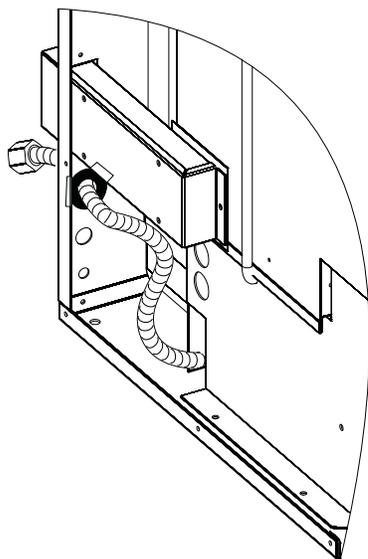

Figure 55 - Foyer Mantis
1. Tirer la conduite de gaz flexible installée à l'usine à travers l'orifice du panneau arrière. Voir les Figures 55 et 56.